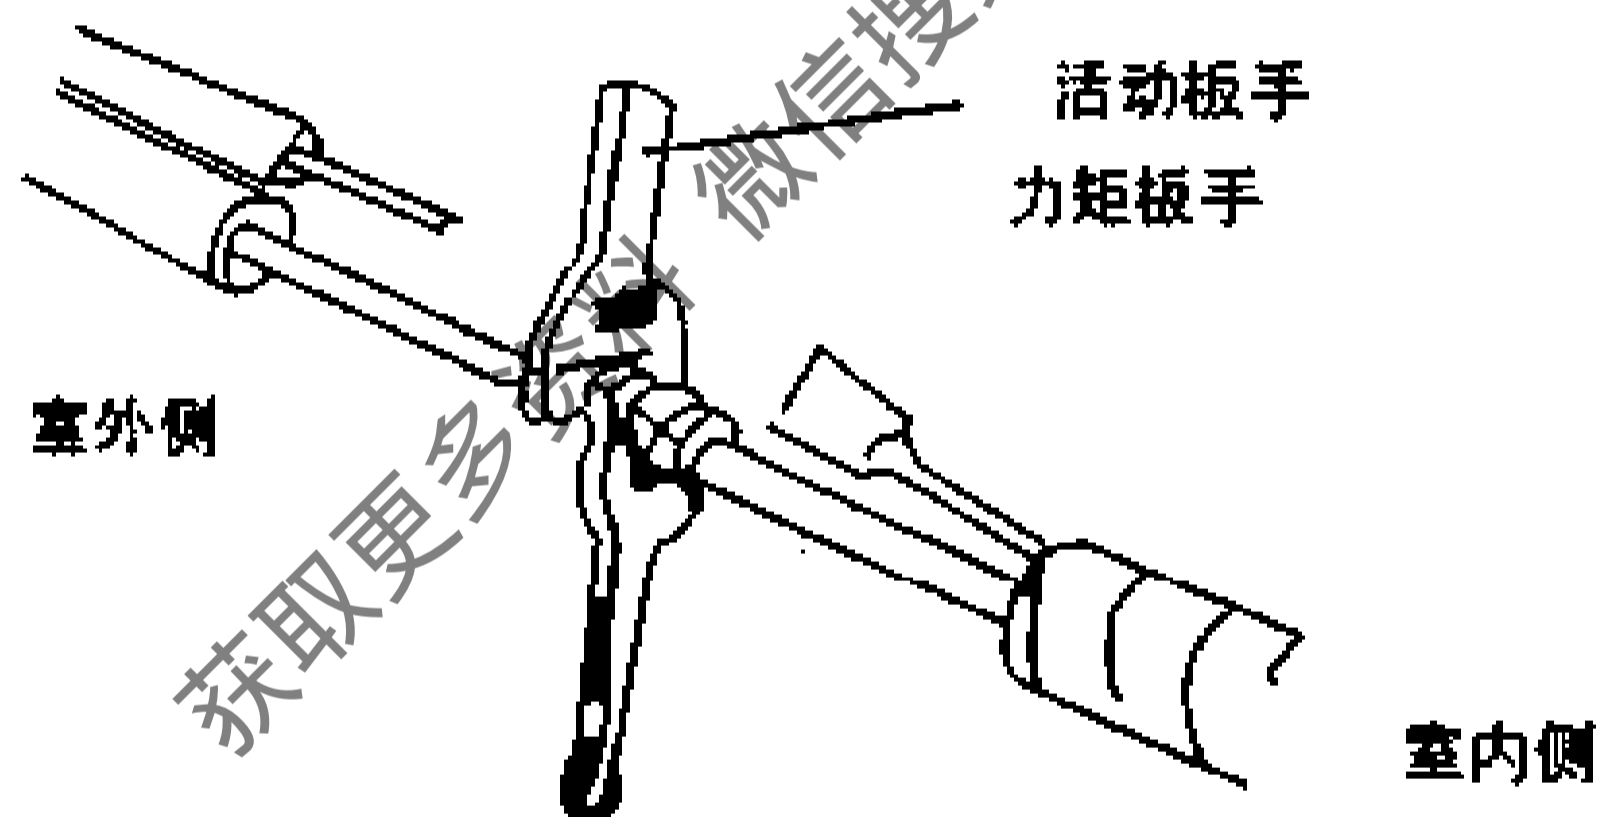

图 14-2-16
3) 取下连接管的盖子，将引出管接头帖紧连接管的喇叭口，且中心对正。先用手拧紧喇叭口螺母，然后用一个扳手卡住并提起引出管接头一边，用另一个力矩扳手按规定的力矩拧紧螺母，如图 14-2-16 所示。